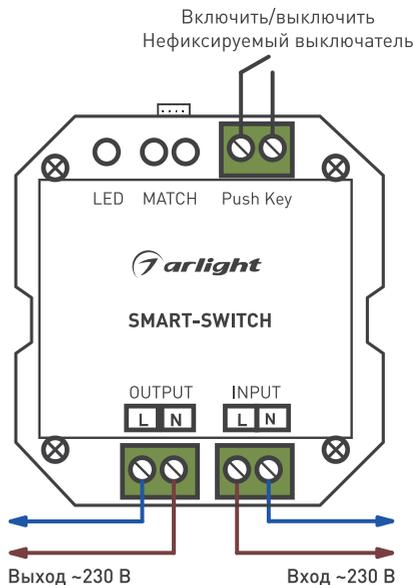

Рисунок 1. Схема подключения выключателя
3.2. Подключите нагрузку к выходу OUTPUT выключателя, соблюдая порядок подключения проводов (см. рис. 1).
3.3. Подключите обесточенные провода электрической сети к входу INPUT выключателя, соблюдая порядок подключения проводов (см. рис. 1).